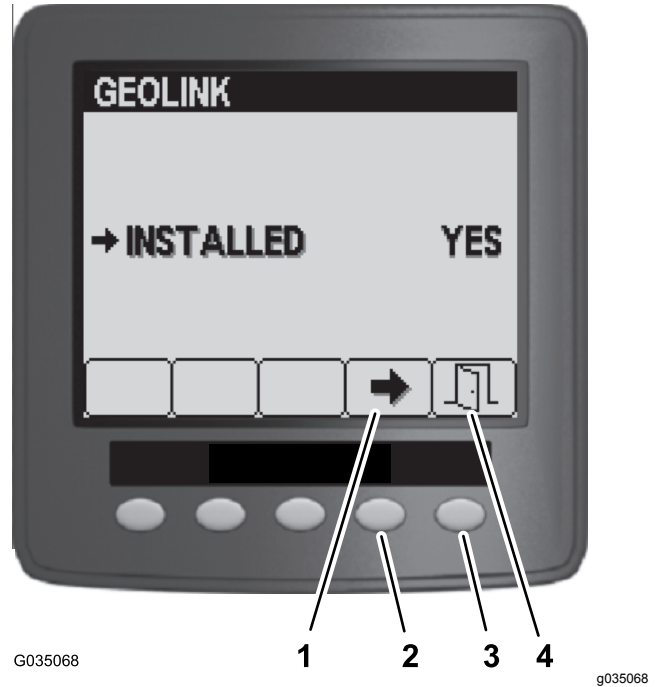

Bild 152
5. Auf dem GeoLink-Menü: Drücken Sie die Taste 4, um die Option „Ja“ auszuwählen. Drücken Sie die Taste 5, um die Einstellungen zu speichern und das Menü zu beenden (Bild 152).